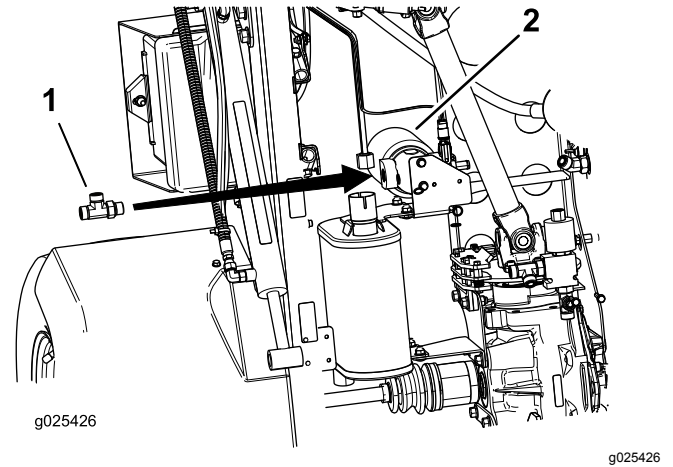

図 15
2. Oリング付きT字フィッティングを取り付ける 図 15。